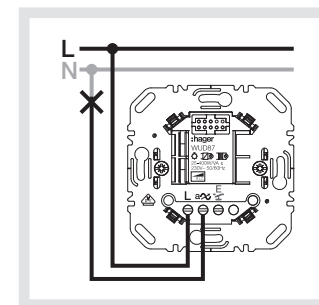

Bild 3: Tasterdimmer
- Tasterdimmer und optional Nebenstellen gemäß Anschlussplan (Bild 3 bis 6) anschließen.